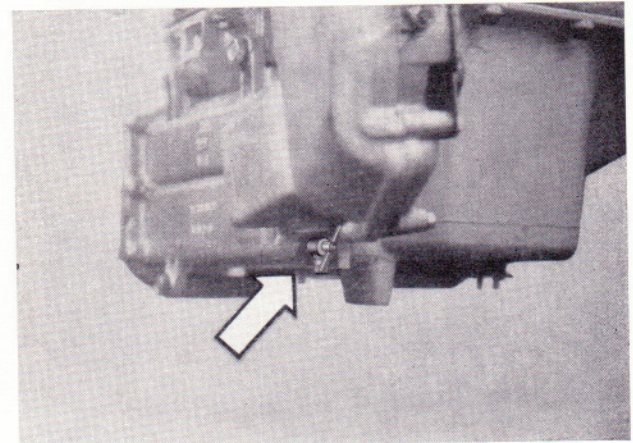

Bild 23
- am Röhrenbündelwärmetauscher (Bild 23).